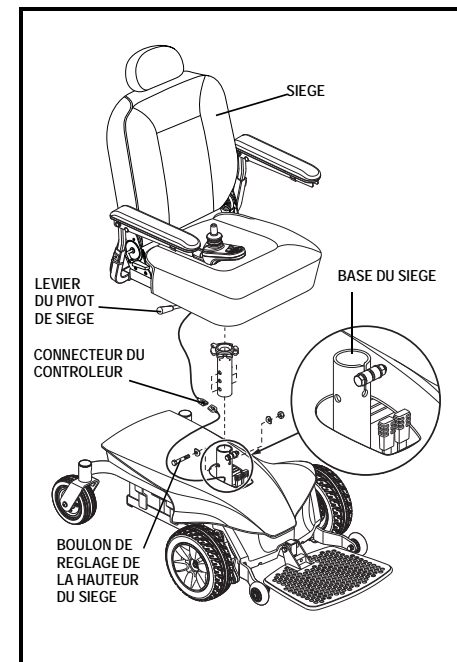

Figure 12. Réglage de la hauteur du siège
3. Débranchez le connecteur du contrôleur de la base motorisée. **Voir la figure 12.**
4. Déverrouillez le siège à l'aide de son levier. **Voir la figure 12.**
5. Desserrez le boulon et son écrou sur l'arrière du mât du siège. **Voir la figure 12.**
6. Retirez le boulon de réglage, la rondelle et son écrou. **Voir la figure 12.**